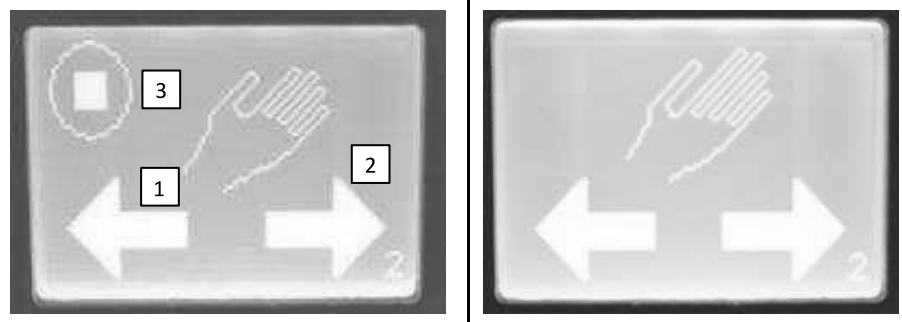

Abb. 11: Tipp-Betrieb
- Über Pfeiltasten rückwärts (vgl. Abb. 11, Pos. 1) oder vorwärts (vgl. Abb. 11, Pos. 2) im Tipp-Betrieb fahren.
- Maschine manuell fahren, bis die Grundstellung (vgl. Abb. 11, Pos. 3) wieder erreicht ist.